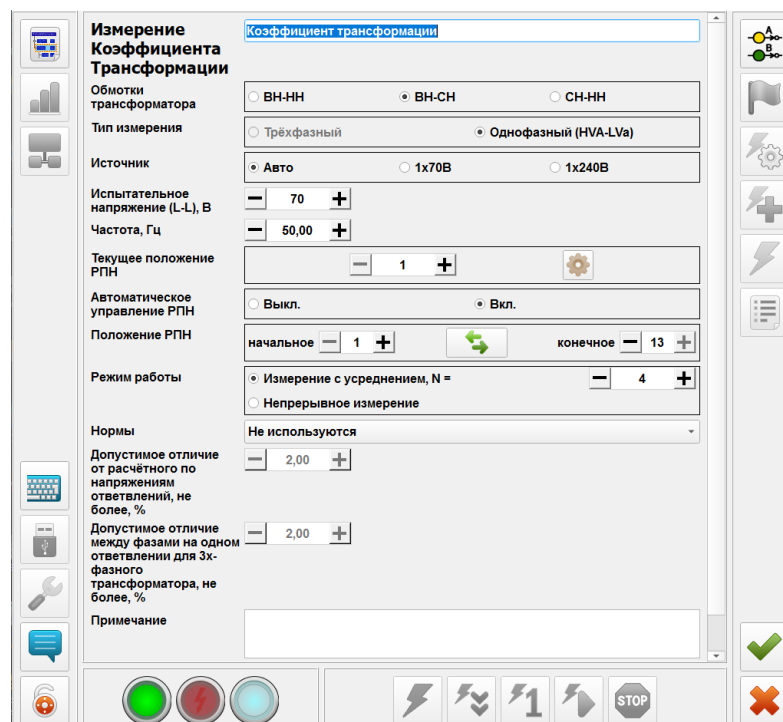

Рисунок 8-4. Ввод данных для измерения КТ в 1-фазном режиме
- Для установления нормативных значений и сопоставления их с результатами измерений необходимо открыть вкладку меню «Нормы» [Рисунок 8-4] и выбрать необходимое условие:
- «Заданные пользователем» - необходимо задать данные вручную [Рисунок 8-4];
Если при настройке испытания [Рисунок 8-4] был выбран режим автоматического управления РПН, процесс переключения положения и измерение будут проводиться автоматически. При ручном управлении РПН программа будет автоматически останавливаться после измерения на каждом положении и ожидать переключения в следующее. После переключения положения в окне программы необходимо изменить текущее положение РПН (ПБВ) и нажать кнопку «Начать измерение» .